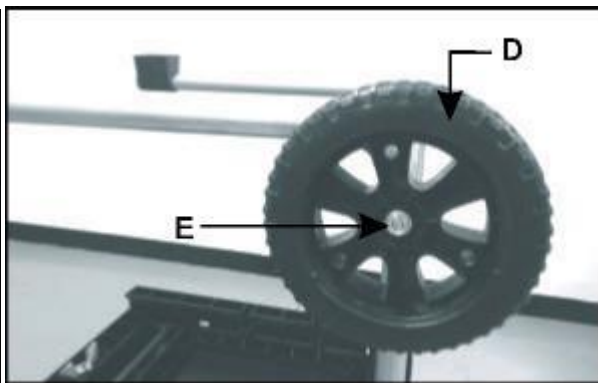

Fig. 1C
2. Monte las ruedas (D) y apriete primero la tuerca (E) a mano. (Fig. 1C)